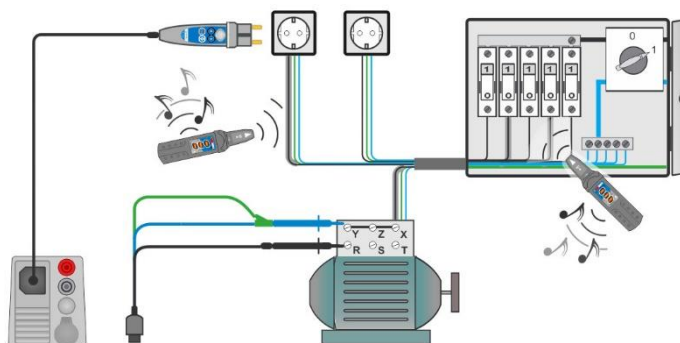

Abbildung 7.119: Verläufe von Leitungen in Wänden und in Schränken finden
- › Schließen Sie den 3-adrigen Prüfleiter oder den Commander-Prüfstecker am Prüfobjekt an, siehe **Abbildung 7.119** und **Abbildung 7.120**.